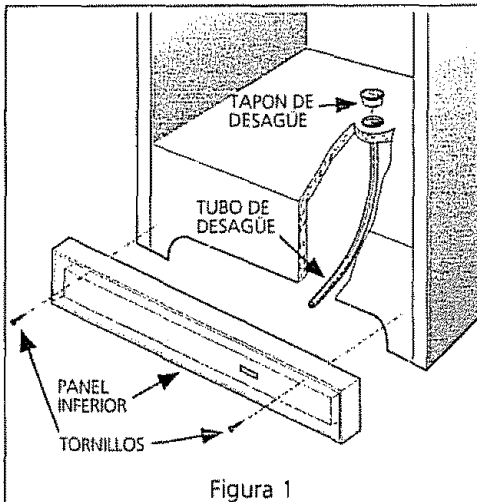

Figura 1
- Saque el panel inferior quitando dos de los tornillos de la parte delantera del panel. Saque el alambre de los sujetadores en la parte inferior del gabinete. (Figura 1)
- Desenchufe el conector sujetando el conector del gabinete en su lugar y tirando el conector de la puerta. (Figura 1)
- En modelos verticales con desagüe de descongelamiento (Figura 1), remueva el tapon de desagüe en el piso interior del congelador jalándolo hacia arriba. Para ganar acceso al tubo de desagüe exterior en modelos con panel, primero quite los tornillos del panel. Encuentre el tubo de desagüe cerca a la parte izquierda del centro debajo de el congelador. Posicione una bandeja o bandeja divisora debajo del tubo de desagüe. Inspeccione al bndeja ocasionalmente para evitar rebordaje. Un adaptador de manguera de jardinería de una pulgada puede ser usada para conectar el deague del congelador directamente al desagüe del piso. Si su modelo no viene equipado con este adaptador, usted puede adquirirlo en cualquier almacén de abarrotes. Vuelva a poner el tapon de desagüe cuando halla terminado de descongelar y limpiar. Si usted dejal el desagüe abierto, aire a temperatura ambiente puede entrar al congelador.